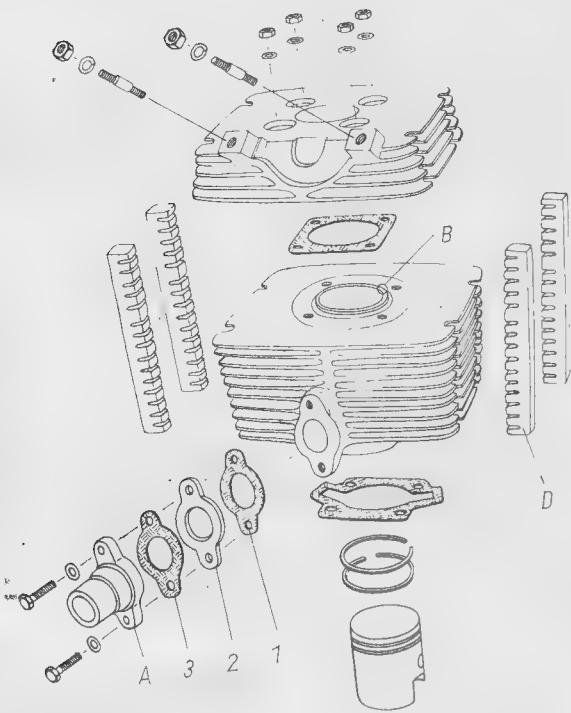

Bild 189. Zylinderbaugruppe
An der Zylinderlaufbuchse ist oben ein Bund (B im Bild 189) von 2-0,2 mm Höhe angedreht, der die Ausgleichscheibe zentriert und verhindert, daß die Verbrennungstemperatur direkt an die Aluminium-Ausgleichscheiben kommt.
Abschließend die vier Dämpfungskämme (D) in Zylinder und Zylinderdeckel drücken (vgl. Bild 189).
Zum Schluß den Ansaugstutzen (A) montieren. Die Reihenfolge (vgl. Bild 189) Dichtung (1), Isolierflansch (2), Dichtung (3 – mit 1 identisch) und Ansaugstutzen (A) einhalten. Die beiden Schrauben M 6 × 25 abwechselnd mit max. 10-8 Nm (1-8 kpm) so anziehen, daß der Isolierflansch nicht zerstört wird.